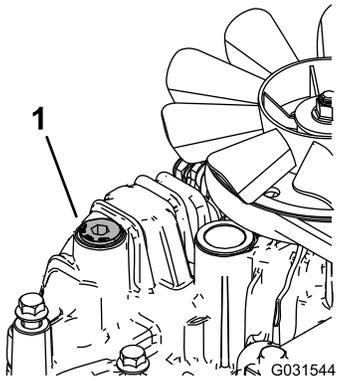

Bild 86
11. Lockern Sie die Entlüftungsschraube in jedem Getriebe, sodass sie lose ist und wackelt (Bild 86).